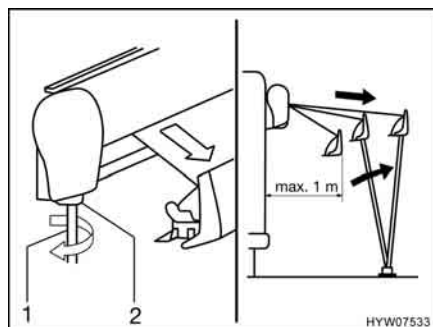

Fig. 22 Estrazione della tenda
- Inserire la manovella (Fig. 22,1) nel supporto a baionetta (Fig. 22,2) della tenda e girarla in senso antiorario. La tenda si apre dopo un paio di rotazioni.